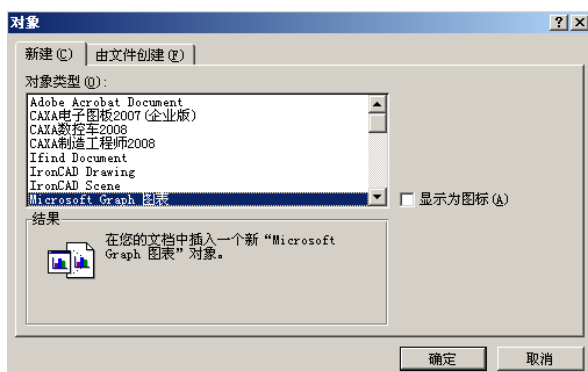

图 5-52 插入对象对话框
(1) 在 Word 编辑状态下，将光标移动到要插入数控车对象的位置。
(2) 在主菜单的【插入】中单击【对象】选项，弹出如图 5-52 所示的对话框。